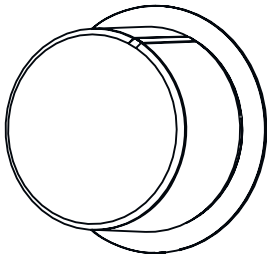

Рис. 16: Всплывающая кнопка в режиме выбора
- Нажмите внутрь, чтобы кнопка выскочила, затем отрегулируйте ее (Рис. 16).